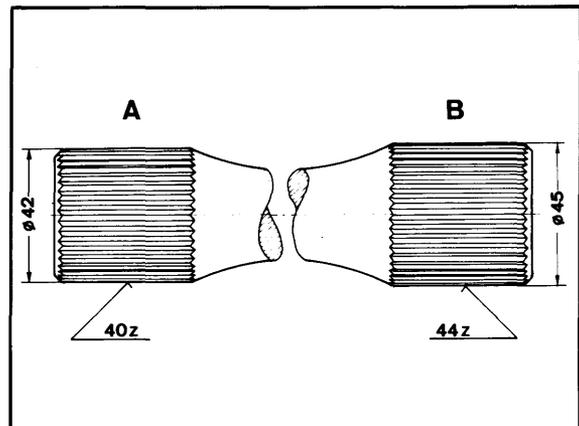

Figura 32-2/4
- 2.- Previamente al montaje de la barra de torsión, hay que colocar el brazo oscilante formando un ángulo ( $\beta$ ) (Figura 32-2/5), respecto de la horizontal. Para ello, se dispone del útil n.º 631 589 08 63.